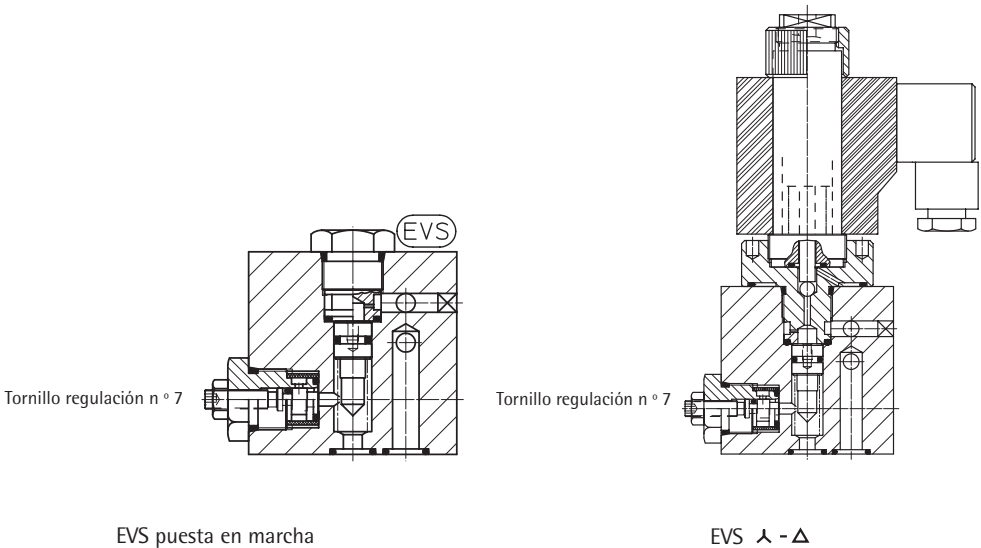

Fig. 52 Secciones EVS con bobina y sin bobina
- Para las instalaciones con bobina EVS, desmontar el bloque $\lambda - \Delta$, desenroscar la parte mecánica de la bobina y agitarla fuertemente hacia delante y hacia atrás para verificar que el pistoncito de su interior puede moverse libremente (hay que agitar fuerte porque el pistoncito está frenado por un muelle); para las instalaciones sin bobina EVS, quitar el tapón EVS; en ambos casos limpiar el pistoncito de latón que hay debajo, limpiar las piezas desmontadas y volver a montar (ver Fig. 52).